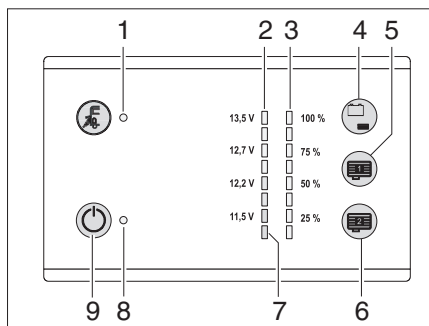

Fig. 94 Panneau de contrôle LT 101 / LT 102
Le niveau de remplissage du réservoir d'eau peut être interrogé avec le champ de détection du capteur (Fig. 94,4).
- Toucher le champ de détection du capteur (Fig. 94,4): le niveau de remplissage du réservoir d'eau est affiché en quatre niveaux avec les DEL (Fig. 94,3) (25 % à 100 %).
Les niveaux de remplissage des réservoirs d'eaux usées intérieurs (équipement spécial) peuvent être interrogés avec les champs de détection de capteurs (Fig. 94,5 et 6).
- Toucher le champ de détection du capteur (Fig. 94,5 ou 6): le niveau de remplissage du réservoir correspondant est affiché en quatre niveaux avec les DEL (Fig. 94,3) (25 % à 100 %).
La DEL d'avertissement rouge (Fig. 94,7) clignote dès que la charge de la batterie de cellule descend en dessous de 11 V (mesurée en marche) et qu'il y a risque de décharge profonde de la batterie.
Avec le champ de détection du capteur (Fig. 94,4), on peut interroger l'état de charge de la batterie de cellule.
- Toucher le champ de détection du capteur (Fig. 94,4): L'état de charge de la batterie de cellule est affiché.
L'interrupteur principal 12 V (Fig. 94,9) établit ou coupe le panneau de contrôle et l'alimentation 12 V de la cellule.
- Toucher le champ de détection du capteur (Fig. 94,9): l'alimentation 12 V de la cellule est enclenchée. Le voyant de contrôle (Fig. 94,8) s'allume en vert.
- Toucher à nouveau le champ de détection du capteur (Fig. 94,9): l'alimentation 12 V de la cellule est coupée. Le voyant de contrôle 12 V (Fig. 94,8) s'éteint.
- ▷ Si la DEL d'avertissement de décharge profonde (Fig. 94,9) clignote, l'alimentation ne peut pas être enclenchée, la tension de batterie étant trop faible.